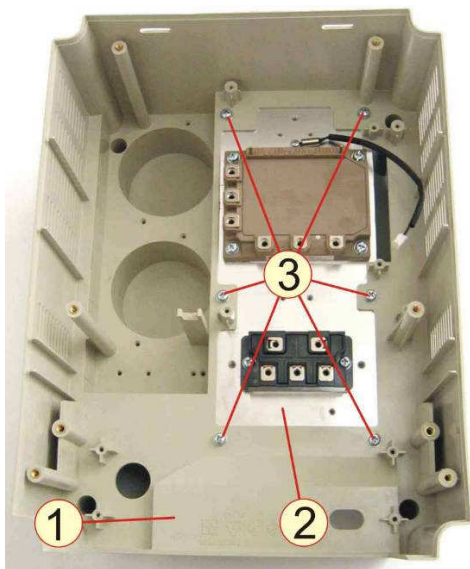

Рис.6.28
6.17.1 Выкрутить шесть винтов 3 (рис.6.28). Положить винты в тару.